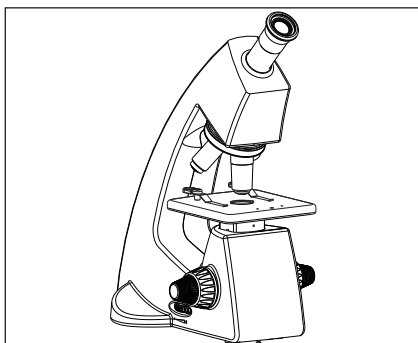

Fig. 1
2. Mögliche Schlaggefahren und -brände zu vermeiden, wenn Sie LED ersetzen, drehen Sie den Mikroskop-Hauptschalter zur Ausschaltstellung und trennen Sie die Aufladeeinheit vom Wandanschluß im Voraus. Wann immer Sie LED während des Gebrauchs oder des nächsten Nachgebrauchs ersetzen, lassen Sie die Lampeneinfaßung vor dem Berühren abkühlen (Fig. 1)